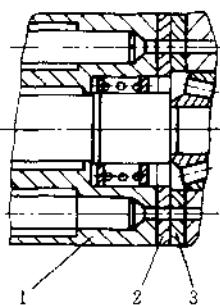

图 10.4-7 浮动过渡板结构
**浮动过渡板** 见图 10.4-7。过渡板 2 与缸体 1 的相对浮动进行自动补偿，此结构加工、维修方便，但补偿量少。